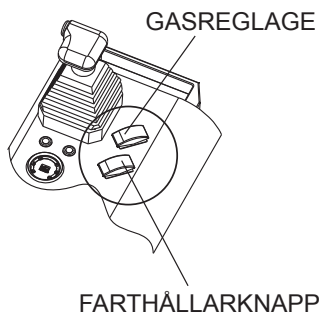

Bild 13. Gaspedal
1. Varje tryck på gaspedalen (Bild 13) stegar den från inaktiv till driftshastighet om närvaron av en operatör känns av.